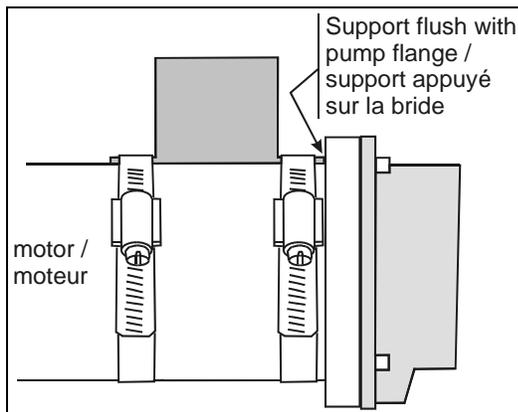

FIGURE 1 : POSITION DU SUPPORT
3. Fixer le support à la nouvelle pompe en utilisant les colliers de serrage existants. Appuyer le support sur la bride de la pompe tel que montré à la figure 1.